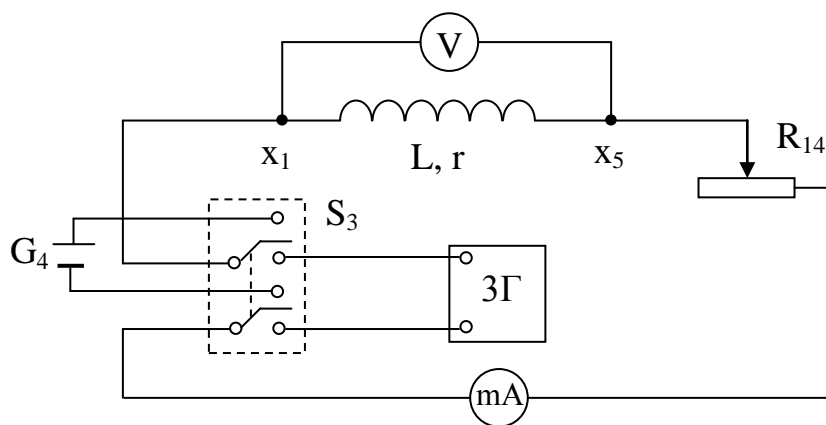
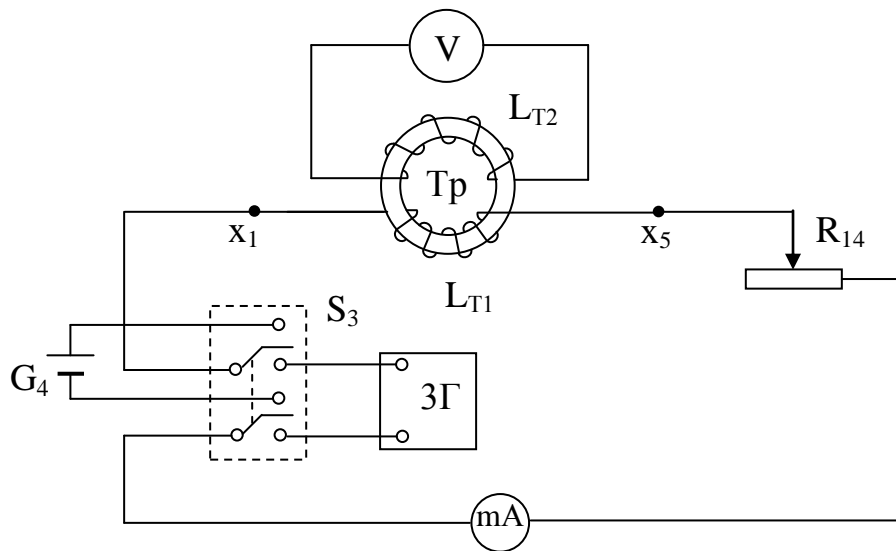

Рис. 6.
Рис. 7
Для изучения явления взаимной индукции вместо катушки индуктивности L используется тороидальный трансформатор (Тр), первичная обмотка которого имеет индуктивность L_{T1} , а вторичная обмотка имеет индуктивность L_{T2} (рис. 7), при этом используется только источник переменного тока (ЗГ). Для определения взаимной индуктивности L_{21} схема подключения соответствует рис. 7. Для определения взаимной индуктивности L_{12} обмотки трансформатора меняются местами в схеме подключения.
- 1) Для изучения явления самоиндукции необходимо собрать принципиальную схему (рис. 6).
- 10) По формуле (10) рассчитать активное сопротивление r катушки и занести в таблицу 1.
- 11) По формулам (14) и (15) рассчитать величину L и ЭДС самоиндукции, возникающей в катушке, результаты занести в таблицу 1.
- 13) Для изучения явления взаимной индукции собрать принципиальную схему согласно рис. 7, заменив катушку индуктивности L на индуктивность L_{T1} первичной обмотки тороида, при этом соединив вольтметр V с вторичной обмоткой L_{T2} тороида.